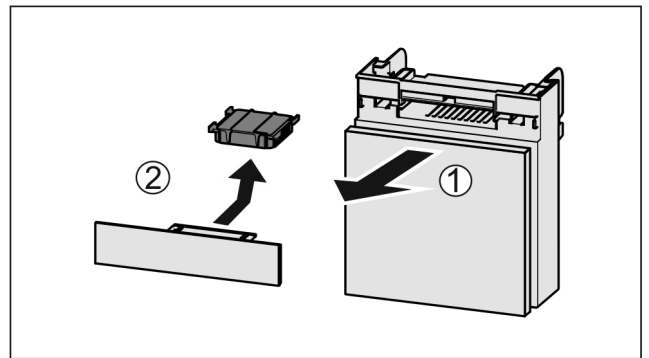

Fig. 166
- ▶ Fach nach vorne herausziehen Fig. 166 (1).
- ▶ Aktivkohlefilter entnehmen Fig. 166 (2).